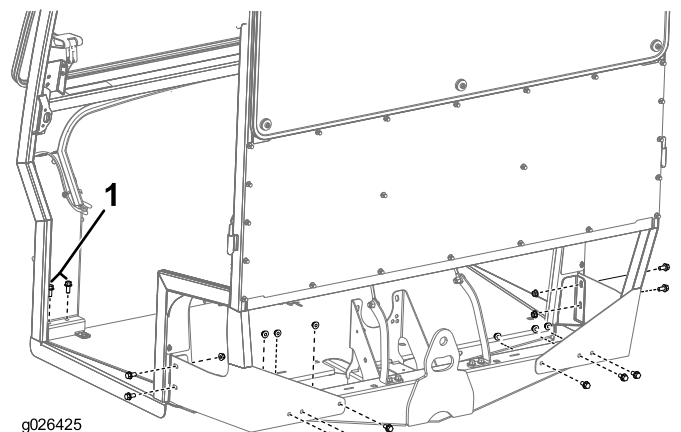

Figura 5
2. Prenda estrutura à máquina utilizando 10 parafusos (3/8 x 3/4 pol.), 10 anilhas (3/8 pol.) e 4 porcas (3/8 x 7/8 pol.) como se mostra na Figura 5.